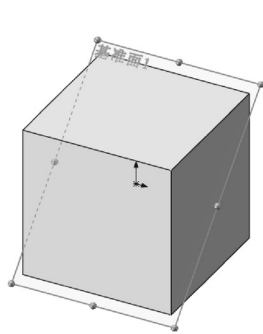

图 4-4 创建的基准面 1
3) 确认创建的基准面。单击“基准面”属性管理器中的（确定）按钮，创建的基准面 1 如图 4-4 所示。